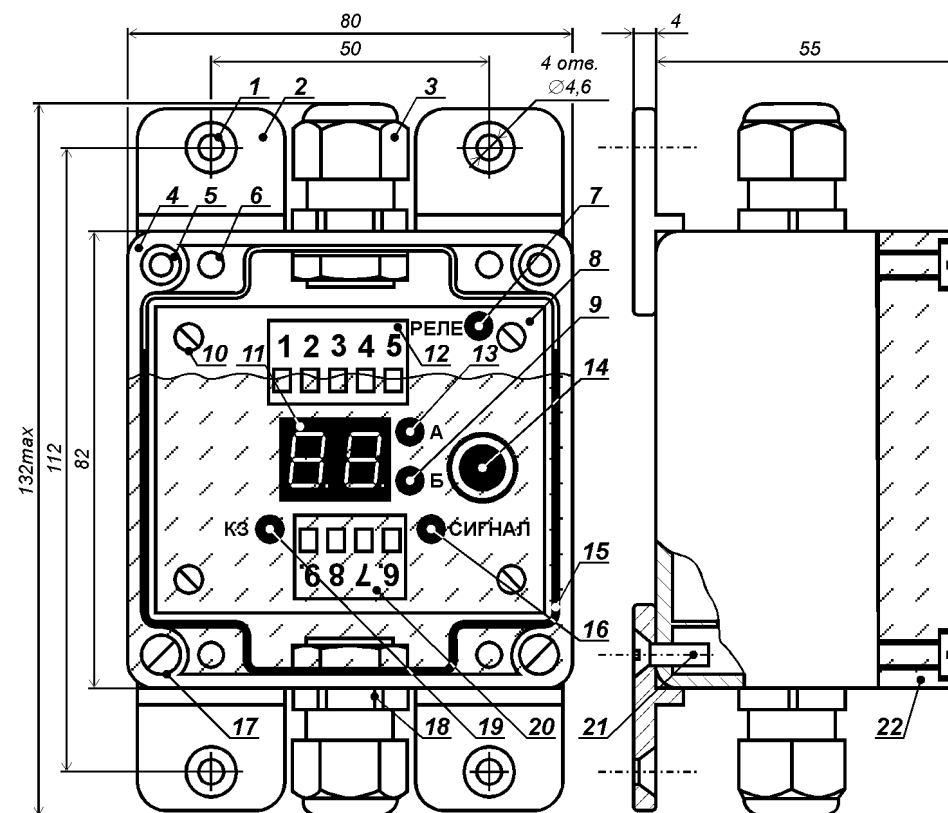
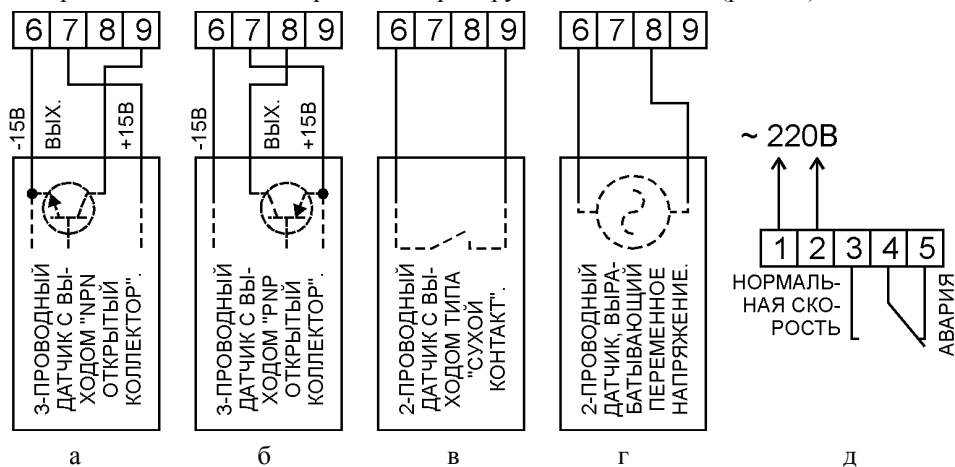

Рис. 1. Конструкция реле скорости РДКС-03РС.
Рис. 2. Подключение различных датчиков к реле скорости РДКС-03РС.
Конструкция РС показана на рис. 1. Устройство размещено в пластмассовом корпусе [поз. 4], который закрыт прозрачной крышкой [поз. 22] через уплотнитель [поз. 15] четырьмя винтами [поз. 17]. Винты вворачиваются в резьбовые втулки [поз. 5], запрессованные в стенках корпуса.
- светодиод: «Реле» [поз. 7], показывающий состояние выходных контактов РС. Светодиод горит, когда контакты находятся в положении «Нормальная скорость» (рис. 2д);
РС работает совместно с датчиком любого типа (индуктивным, емкостным, магнитоиндукционным, тахогенераторным, герконовым и пр.), при необходимости обеспечивая его электропитание. Датчик подключается к клеммам 6 – 9 по двух- или трёхпроводной схеме (рис. 2а – 2г), а клеммы 1 – 5 предназначены для электропитания РС и блокировки контролируемого механизма (рис. 2д).
На рис. 2а и 2б показана схема подключения к РС типового трёхпроводного индуктивного или емкостного датчика положения с выходом типа «открытый коллектор». Когда движущиеся части механизма попадают в зону его чувствительности, на входе РС формируются электрические импульсы.
На рис. 2в показан пример включения двухпроводного датчика (например, герконового реле). Он формирует импульсы, замыкая свои контакты в момент прохождения вблизи него магнитной «метки», закреплённой на механизме.
Типовые магнитоиндукционные или тахогенераторные датчики механически связаны с конвейером: при его работе они вырабатывают электрическое напряжение. Такие датчики подключаются к РС по схеме, показанной на рис. 2г.
РС крепится четырьмя винтами М4 или саморезами диаметром до 4,5 мм, которые вворачиваются в установочные отверстия [поз. 1 на рис. 1].
Клеммы 3, 4 и 5 РС используются для блокировки контролируемого объекта, клеммы 1 и 2 служат для подачи на РС сетевого напряжения, а к контактам 6, 7, 8 и 9 по одной из схем, показанных на рис. 2а – 2г, подключается соответствующий датчик.
Контакты реле возвращаются в положение, показанное на рис. 2д, если:
После подачи питания и до нажатия на энкодер [поз. 14 на рис. 1] РС находится в режиме **«Работа»**. Светодиод «А» [поз. 13 на рис. 1] горит, если скорость механизма выше номинальной, а светодиод «Б» [поз. 9 на рис. 1] – если ниже. Цифровое табло [поз. 11 на рис. 1] показывает процент отклонения текущей скорости механизма от номинальной. Если отклонение превысило заданный порог и это превышения длится дольше заданной задержки, то контакты выходного реле РС переходят в положение «Авария» (рис. 2д). При изменении скорости на 50 % и более задержка отсутствует. Цифровое табло отображает зафиксированный процент изменения скорости: если скорость в момент отключения была выше номинальной, то горит светодиод «А», а если ниже – то светодиод «Б». В случае принудительного (минуя контакты РС) пуска механизма, когда его скорость войдёт в допустимый диапазон и пройдёт заданное время задержки, контакты реле вернутся в положение «Нормальная скорость» (рис. 2д).
В режиме **«Автонастройка»** РС запоминает текущую скорость объекта, в дальнейшем принимая её за номинальную (за 100%). Контакты реле переходят в положение «Нормальная скорость» (рис. 2д) и одновременно мигают светодиоды «А» и «Б». В режиме «Автонастройка» РС ожидает прихода от датчика электрического сигнала: длительность ожидания зависит от скорости механизма. После автоматической настройки РС возвращается в режим «Работа». **Переводить РС в режим «Автонастройка» рекомендуется только после разгона механизма до номинальной скорости.**
- подключить к РС датчик в соответствии с рис. 2а – 2г.
5. Три раза нажав на энкодер, войти в режим «Автонастройка» (должны одновременно мигать светодиоды «А» [поз. 13 на рис. 1] и «Б» [поз. 9 на рис. 1]).